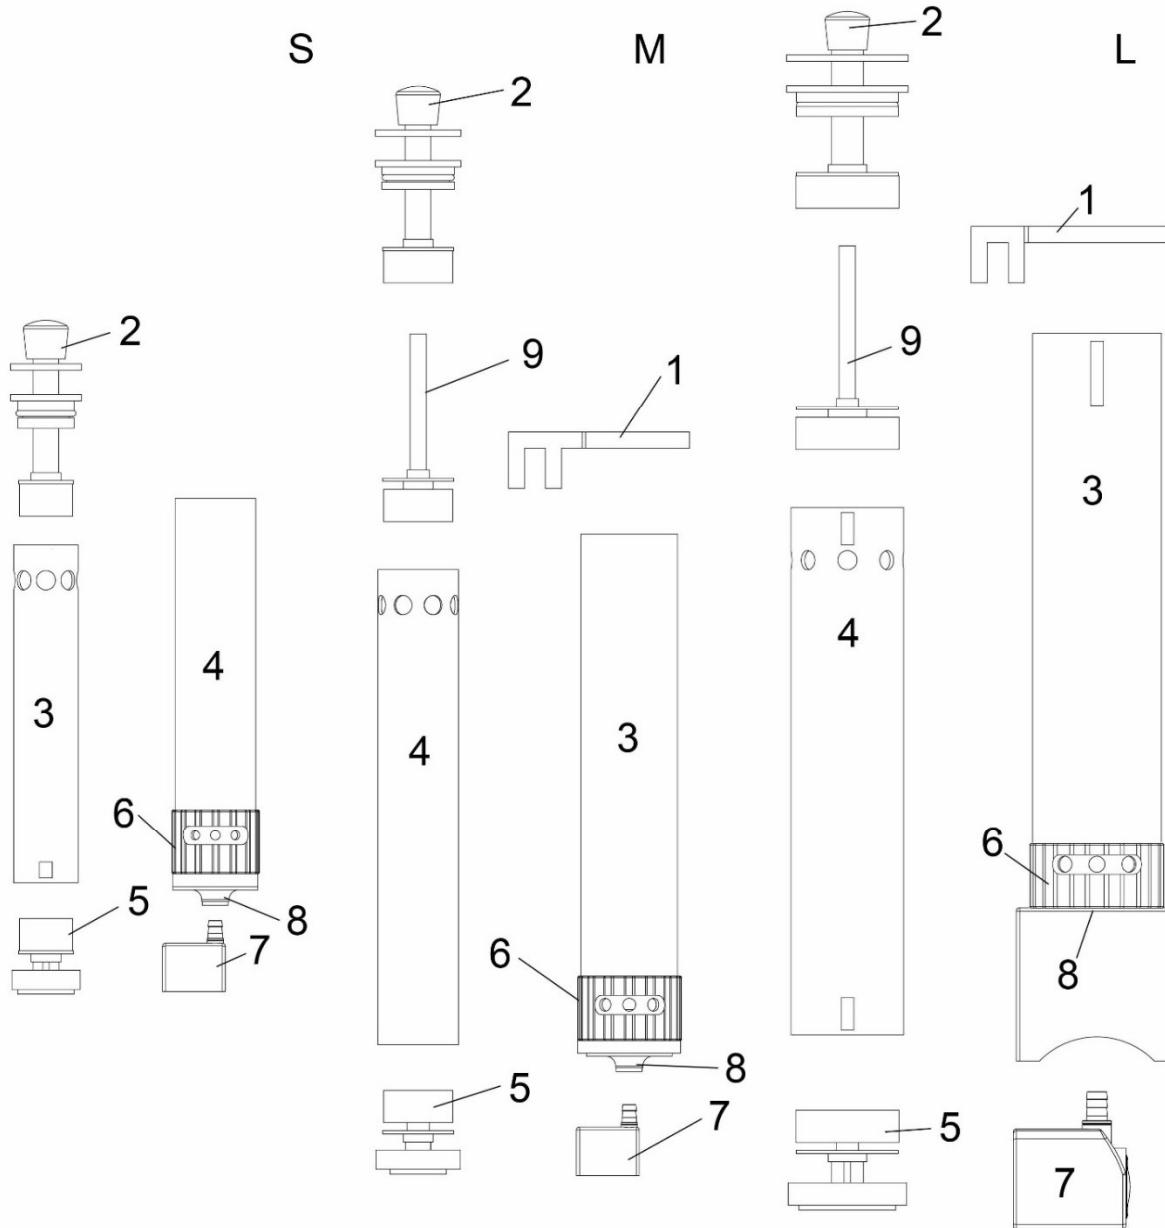

Fig. 2: 1. Holding unit 2. Top cap 3. Outer tube 4. Inner tube 5. Bottom cap 6. Water level control 7. Pump 8. Rubber sealing 9. Divider (only for L and M).
Die **multi reactoren S, M und L Gen II** wurden zum Einsatz in Filterbecken oder Aquarien konzipiert. Mit Hilfe des Halters wird der multi reactor an einer senkrechten Glasscheibe befestigt. Die Pumpe muss im Wasser untertauchen und darf keine Luft ansaugen. Der Rest des Gerätes darf maximal bis zu den oberen Auslauföffnungen (6) eintauchen. Die Eintauchtiefe lässt sich verstellen, indem man die Klemmschraube löst und das gesamte Gerät im Halter verschiebt. Kann der Reaktor wegen eines niedrigen Wasserstands nicht tief genug ins Wasser ragen, dann können Plätschergeräusche auftreten. Durch Drehen der neuartigen Wasserstandsregulierung (Abb. 2, Nr. 6) kann das Wasser im Reaktor angestaut werden, was das Plätschern minimiert.
Abb. 2: 1. Halter 2. Oberer Verschluss 3. Außenrohr 4. Innenrohr 5. Unterer Verschluss 6. Wasserstandregulierung 7. Pumpe 8. Gummidichtung 9. Divider (nur L und M).
Noises can occur. By turning the new water level control (Fig. 2, No. 6), the water in the reactor can be accumulated which minimizes splashing noises.
Les **multi réacteurs S, M et L GEN II** ont été conçus pour être utilisés dans les bacs de filtration ou les aquariums. Le multi réacteur est fixé sur une vitre verticale à l'aide du support. La pompe doit être immergée et ne doit pas aspirer d'air. Le reste de l'appareil ne peut être immergé que jusqu'à l'écoulement supérieur (6). La profondeur d'immersion est réglable, en desserrant la vis de fixation et en décalant l'ensemble de l'appareil dans le support. Si le réacteur ne peut être immergé profondément dans l'eau à cause d'un niveau d'eau trop faible, des bruits d'éclaboussure peuvent se produire. Grâce au nouveau dispositif de régulation de niveau d'eau (Fig. 2, N° 6) l'eau peut être retenue dans le réacteur ce qui diminue considérablement ces bruits.
Fig. 2: 1. Support 2. Bouchon supérieur 3. Tube extérieur 4. Tube intérieur 5. Bouchon inférieur 6. Régulation d'eau 7. Pompe 8. Joint en caoutchouc 9. Séparateur (L et M uniquement)
De **multi reactoren S, M en L Gen II** zijn ontworpen voor gebruik in de filter tank of aquarium. Met behulp van de houder is deze te bevestigd op een verticale glasplaat van de multi reactor. De pomp moet onderdompelen zijn in het water en mag geen lucht aanzuigen. De rest van de unit mag maximaal tot aan de top uitleatopeningen (6) onder gedompeld zijn. De dompeldiepte kan worden aangepast met de klemschroef los te maken en het geheel beweegt in de houder. Als de reactor niet ver genoeg in het water teekt t.g.v. laag water niveau, kunnen spetterende geluiden gehoord worden. Door de water niveau regelaar te draaien (fig 2, nr. 6) kann het water niveau geregeld worden en de spettergeluiden geminimaliseerd worden.
Fig. 2: 1. Bevestigingsunit 2. Top cap 3. Buitenste buis 4. Binnenstege buis 5. Bodemm cap 6. Water niveau regelaar 7. Pomp 8. Rubber afsluiting 9. Verdeler (alleen voor L en M).